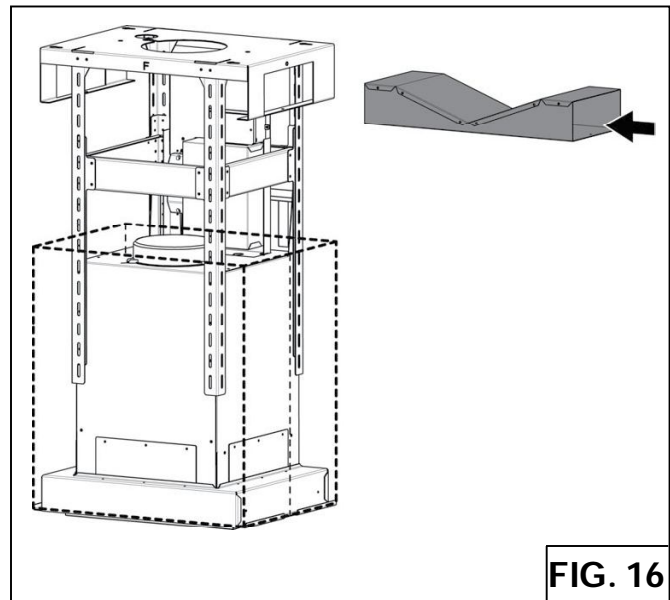

FIG. 16
1. Inserte cámara en la parte superior del marco de soporte (Fig.16).